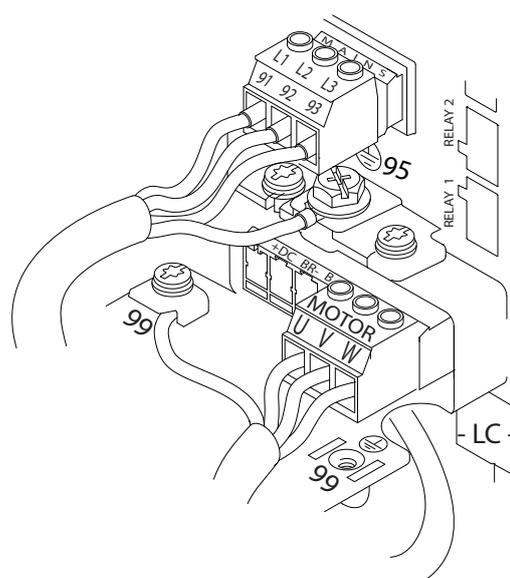

Abbildung 2.8 Beispiel für Motor-, Netz- und Erdungsanschluss
Abbildung 2.8 zeigt vereinfachte Anschlussbilder für Netz, Motor und Erdung eines Frequenzumrichters. Die jeweiligen Konfigurationen ändern sich je nach Gerätetypen und optionaler Ausrüstung.
- Schließen Sie die 3 Phasen des Netzeingangs an die Klemmen L1, L2 und L3 an (siehe Abbildung 2.8).